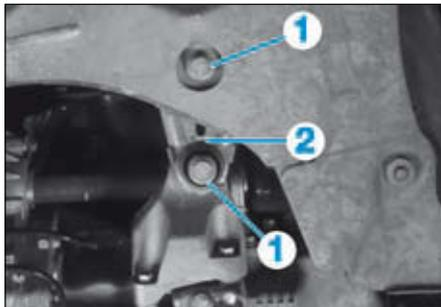

FIG.5
- les vis (1) (Fig.5),
- la biellette de reprise de couple (2).